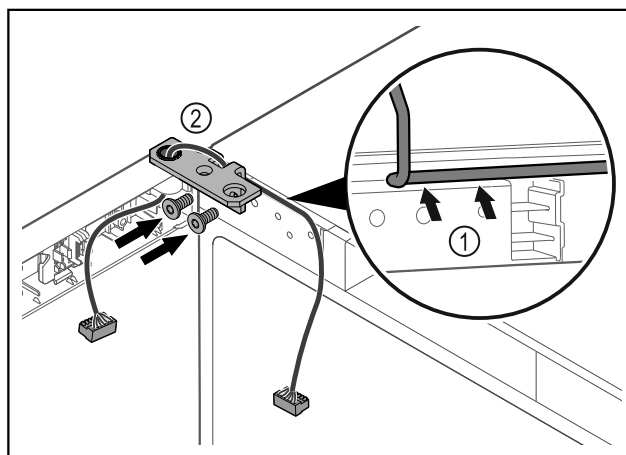

Fig. 42
- ▶ Juhtige kaabel läbi šarniirnergiku väljalõike ja vedage ettevaatlikult Fig. 42 (1).
- ▶ Krivige šarniirnergik Fig. 42 (2) külge.